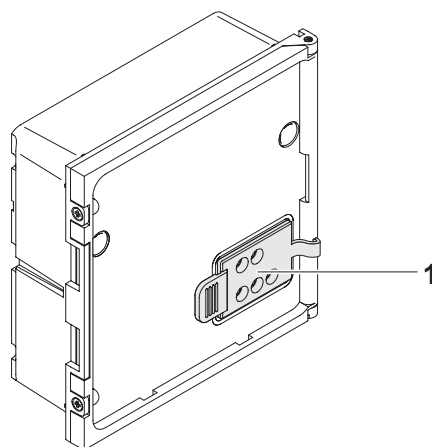

Fig. 1-1 Klargøring af MIQ-modulet til tilkobling
| 1 | Træk beskyttelsen af kontakterne (pos. 1 i fig. 1-1) på låget af MIQ-modulet. |